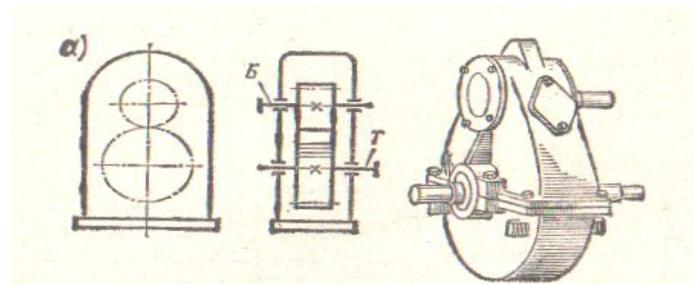
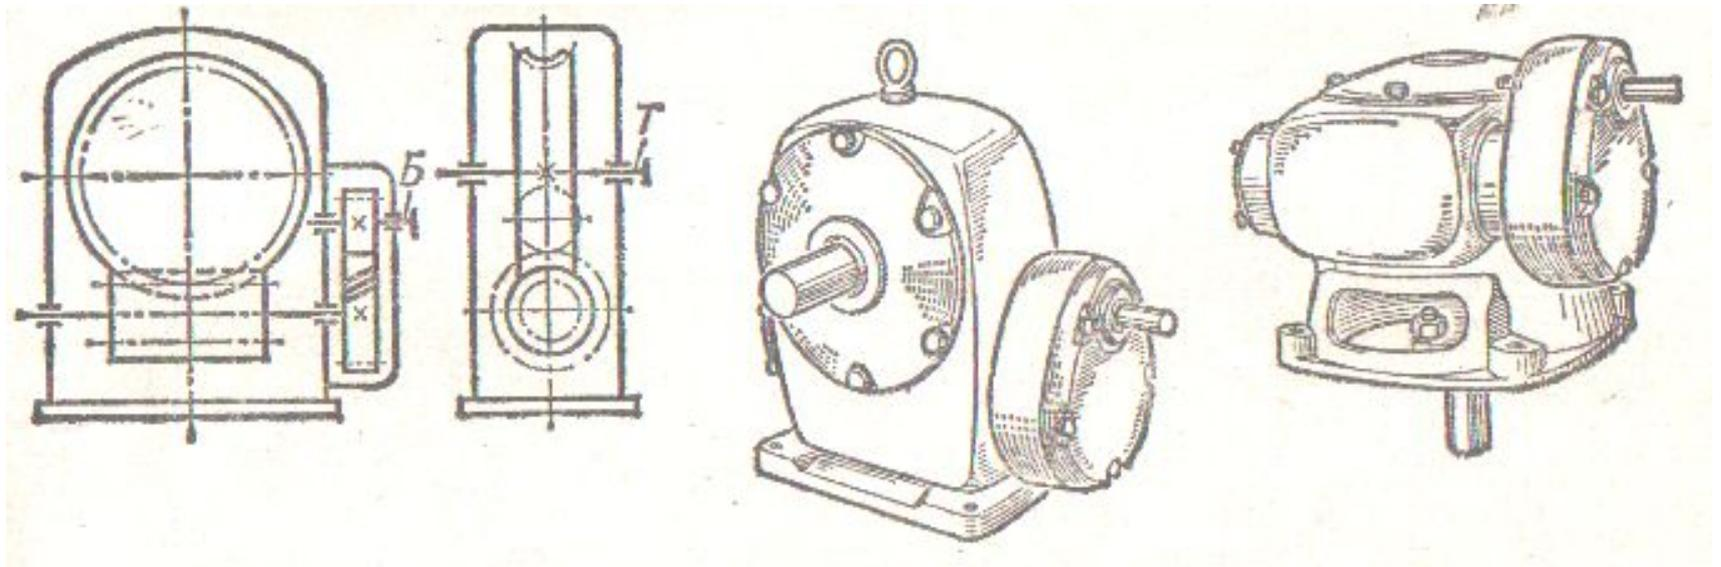

Рис.2
Рис.6
- 1.по виду передач – на *цилиндрические* (рис.2) с параллельными осями валов; зубчато-червячные (рис.6);
- зубчато-червячные (рис.6)